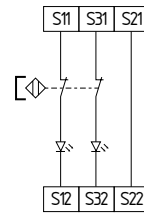

Fig. 15
**Comando de dois canais para interruptores magnéticos de segurança conforme EN 60947-5-3 (Fig. 15)**